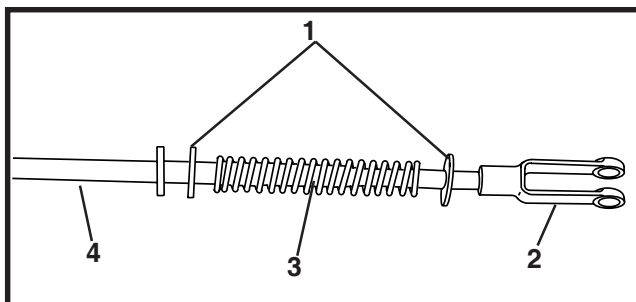

ABBILDUNG 2
6. Die Druckfeder, zwei (2) flache Unterlegscheiben und das Traglager zur Bremsstangenbaugruppe zusammenbauen. Siehe Abbildung 2. Das Traglager über die gesamte Gewindelänge am Traglager oder ungefähr 6,35 mm darüber hinaus auf die Stangenbaugruppe aufschrauben.